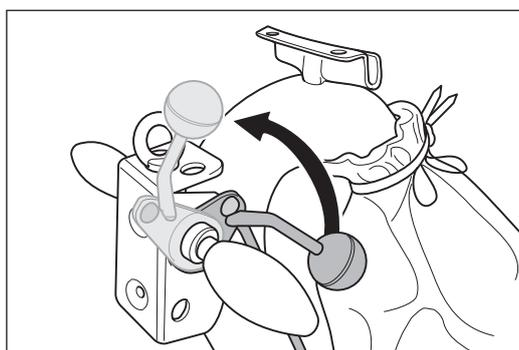

Abb. 37 Den Ablashebel am Handgriff bis zum Anschlag nach oben ziehen. Dadurch wird die Schleifwalze vom Boden abgehoben.
- 1 Ziehen Sie den Ablashebel am Handgriff bis zum Anschlag nach oben (Abb. 37). Dadurch wird die Schleifwalze vom Boden abgehoben.